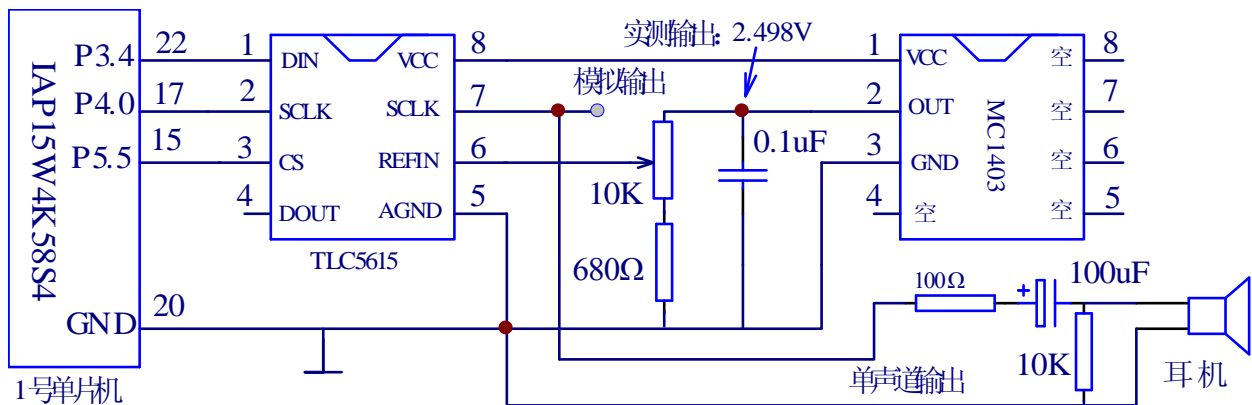

图 1-16 1 号单片机与 D/A 芯片 TLC5615 连接电路
13、1 号单片机与 D/A 输出芯片 TLC5615 连接电路如图 1-16 所示